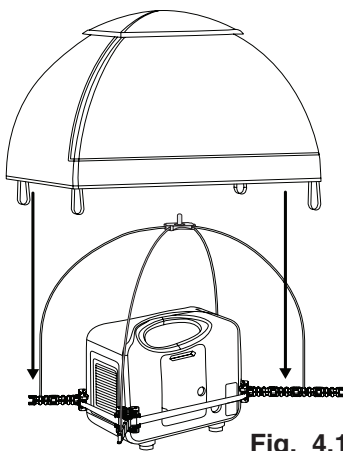

Fig. 4.1
- b. Coloque el toldo GenTent en las varillas del marco. Centre la tapa superior en el pasador del conector central. (Fig. 4.1) Asegúrese de que la cobertura de GenTent Canopy sea generalmente igual y nivelada.